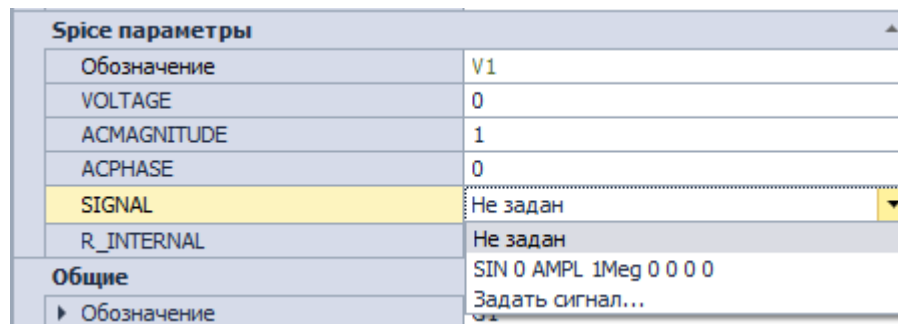

Рис. 91 Создание сигнала через панель «Свойства»
- Для установленного на схему источника в панели «Свойства» выбрать SPICE-параметр SIGNAL, см. Рис. 91.